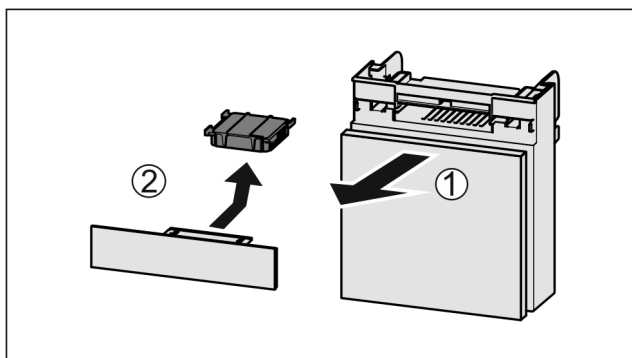

Fig. 181
- ▶ Вытянуть Fig. 181 (1) отделение движением вперед.
- ▶ Извлечение Fig. 181 (2) фильтра с активированным углем.